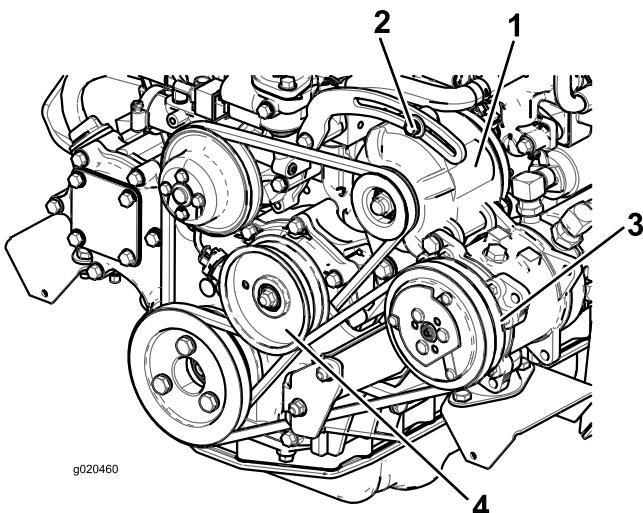

Рисунок 71
Если прогиб не равен 10 мм, ослабьте болты крепления генератора (Рисунок 71).
- Для установки величины отклонения 10 мм ослабьте болт крепления натяжного шкива (Рисунок 71).